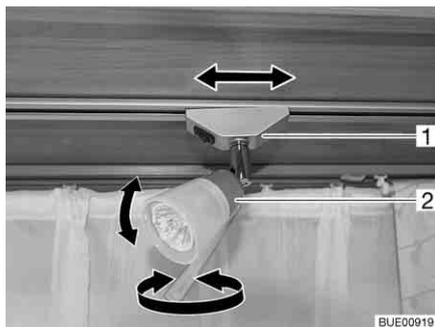

Fig. 71 Spot
*Tourner :* ■ Saisir le boîtier (Fig. 71,2) et le tourner.
*Faire coulisser :* ■ Attraper le support (Fig. 71,1) le faire pivoter d'environ 45°.
*Enlever :* ■ Attraper le support (Fig. 71,1) et le faire pivoter d'environ 90°.